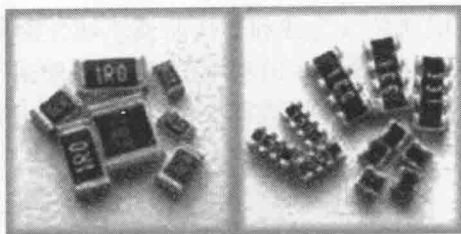

图 1-9 贴片电阻
(9) 贴片电阻 SMT(片式电阻),是金属玻璃铀电阻的一种形式,它的电阻体是可靠的钉系列玻璃铀材料经过高温烧结而成,特点是体积小、精度高、稳定性和高频性能好,适用于高精密电子产品的基板中(图 1-9)。其中,贴片排阻是将多个相同阻值的贴片电阻制作成一颗贴片电阻,目的是有效地限制元件数量,减少制造成本和缩小电路板的面积。